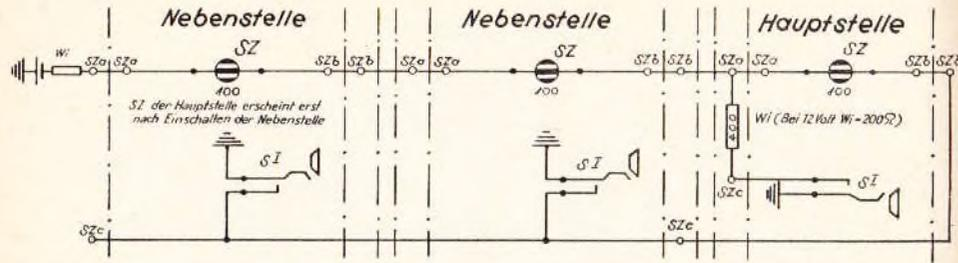

Bild 226. Schanzeichenstromkreis.
AT^{II} -Kontakt verhindert durch Kurzschließen der Amtsleitung ein unberechtigtes Mithören, falls bei einer vorgeschalteten NSt die AT-Taste leicht eingedrückt wird. Schauzeichen siehe Bild 226.
Die Schauzeichenschleife bleibt bestehen (Bild 226 SI -Kontakt).
- Brücke zwischen Sb und c im Reihenapparat 6 öffnen und rückwärts durch Auftrennen der c-Ader prüfen, wie weit Spannung im Schanzeichenstromkreis vorhanden ist (Bild 226).